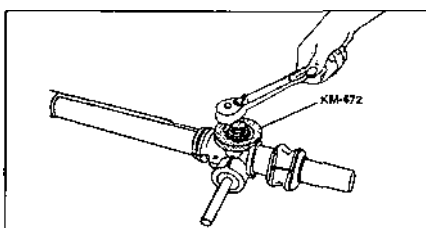

Рис. 6.12.
- открутить контргайку регулировочной пробки (например, при помощи гаечного ключа КМ-472) (рис. 6.12);